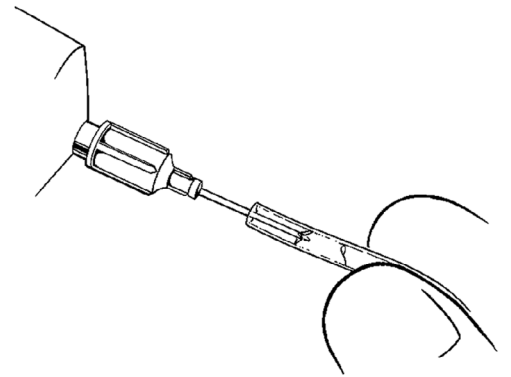

Figura 4-18. Enxaguamento dos tubos
2. Enxaguar os tubos dos cilindros (**Figura 4-18**).